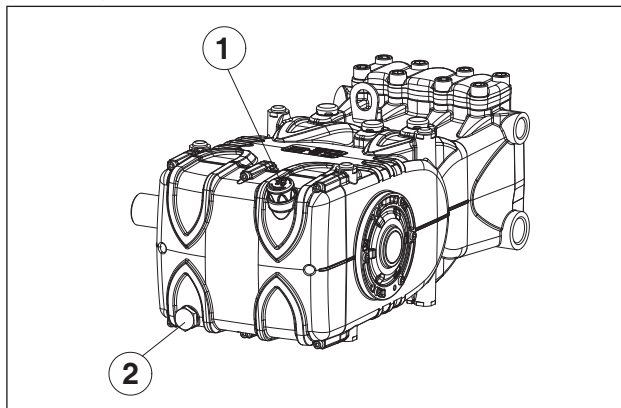

图1
排油时必须拆除：油位尺，位置①，接着拆除塞子，位置②，图1。